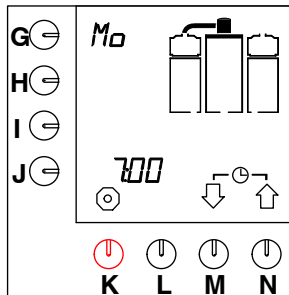

Fig. 11 Eksempel aktuell dag og tid
- Aktuell dag og tid vises et øyeblikk i displayet (fig. 11).
- Aktuell dato og tid vises i displayet (fig.11).